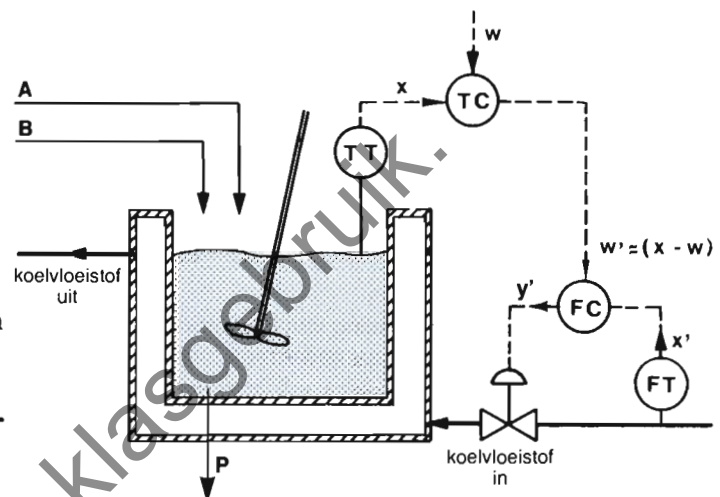
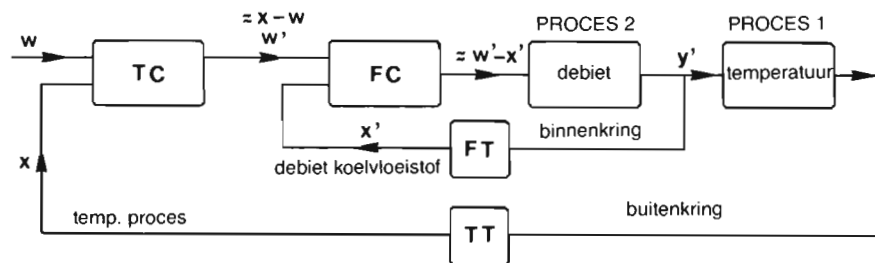

Fig. 12.6 Reactorvat met temperatuur- en debietregeling
Fig. 12.7 Blokschema cascaderегeling eerste voorbeeld
Kan men deze laatstgenoemde variabelen constant houden, dan zal de temperatuur van het proces minder gestoord worden. In **cascaderegelingen tracht men stoorgrootheden constant te houden**. Men kan nu in het eerste voorbeeld een debietregeling op de voeding van de koelvloeistof toevoegen zoals in fig. 12.6 is voorgesteld.
Wordt de cascaderегeling van fig. 12.6 voorgesteld door een blokschema dan ontstaat fig. 12.7. Hierbij herkennen we twee regelkringen:
2. Een tweede kring die binnen de eerste regelkring ligt. In fig. 12.7 vormt de debietregeling van het koelwater de binnenkring.